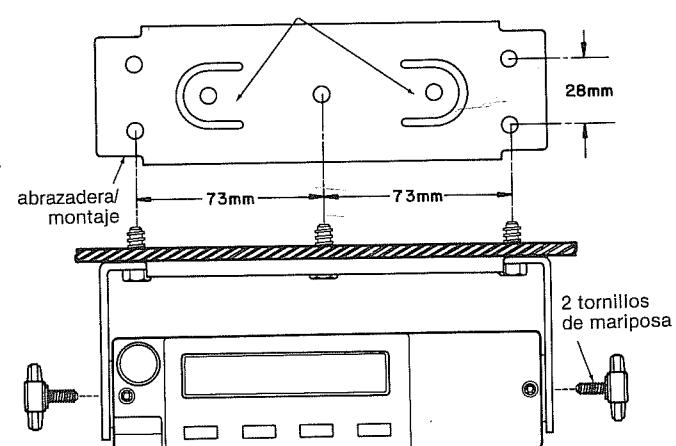

Figura 4
- (1) Separar la radio, soltando los dos tornillos mariposa, (ver Figura 4) del estribo de suspensión.
- (2) Usar la abrazadera como plantilla de taladrar para marcar las tres perforaciones en el lugar previsto para la instalación. Usar los tres agujeros de más adentro para el montaje de cuerpos curvados; el agujero central y los cuatro agujeros más exteriores para una superficie plana.
- (3) Después de marcar con un punzón los lugares elegidos, perforar los agujeros de 4 mm de diámetro.
- (4) Asegurar la abrazadera mediante los tornillos rosca que facilitamos.
- (5) Colgar la radio en la abrazadera y apretar los tornillos mariposa.